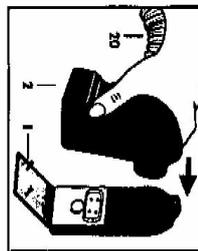

Abb. 8
-Die Kloppe [1] der Steckbohrse [Q] für das Zubehör ganz öffnen und den Schnellverschluss [2] des Arbeitschlauchs [20] in die vordere Steckbohrse des Geräts stecken. Den Schnellverschluss fest hinein drücken (Abb. 8)